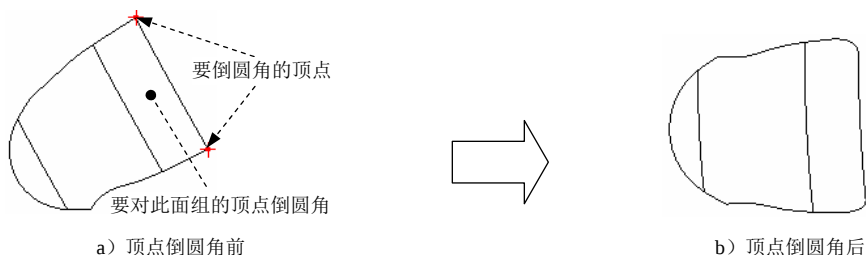

图 6.3.8 用“顶点倒圆角”选项修剪面组
曲面 按钮中的 **顶点倒圆角** 工具，可以在面组的某个顶点处创建一个圆角来修剪面组，如图 6.3.8 所示。
Step3. 此时系统提示 **选择顶点以在其上放置圆角**，按住 Ctrl 键不放，选取图 6.3.8 中的两个顶点；在操控板中输入半径值 2.0，并按回车键。